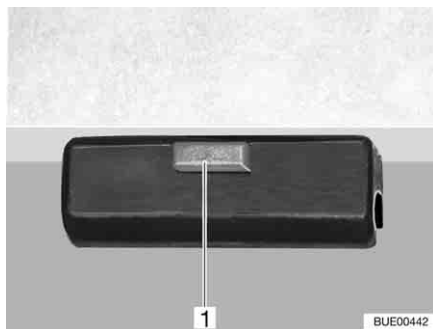

Bild 95 Lås
- Lossa låset (Bild 95, 1) på bordsskivan.